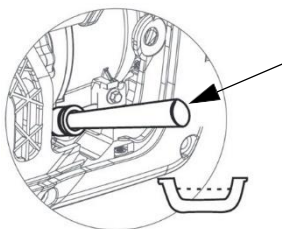

Рисунок 4-4. Маслосазливний отвір з ліжкою
8. Вставте ліжку в маслосазливний отвір. Див. Рисунок 4-4. За потреби долийте рекомендоване моторне масло.